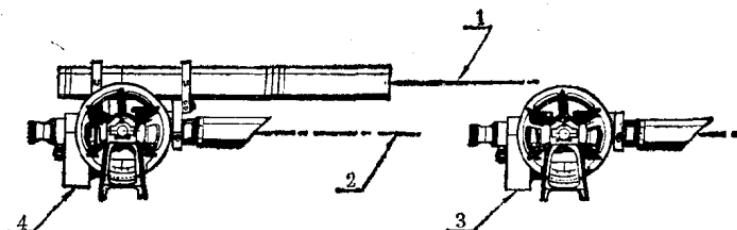

图4 激光经纬仪与测量用光学经纬仪的比较
2. 激光经纬仪与光学经纬仪相似。(见图 4) 它的激光束精确地与仪器望远镜的视准轴相准直。激光器安装在光学